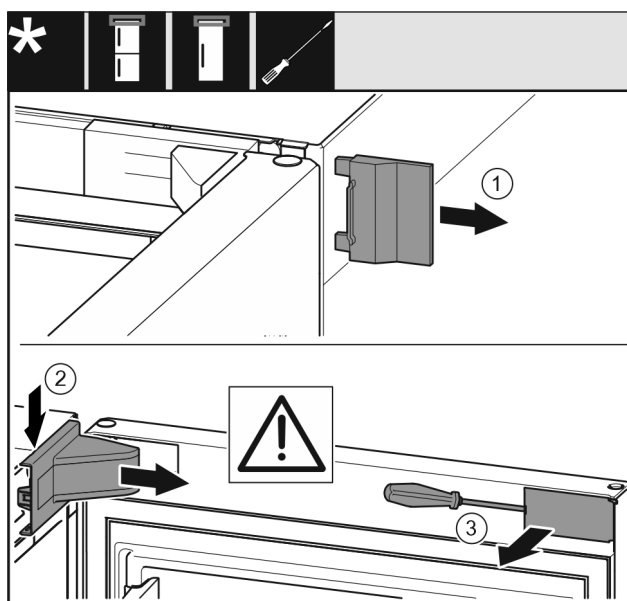

Fig. 12 \*
- Skinite vanjski poklopac Fig. 12 (1).\*
- Podignite i skinite pokrov podloška ležaja Fig. 12 (2).\*
- Odvijačem s ravnom glavom odvojite masku Fig. 12 (3) i zakrenite je na stranu.\*